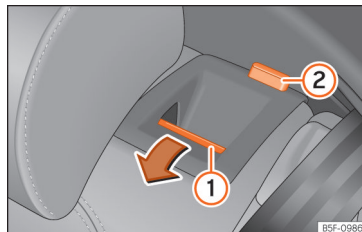

Fig. 62 Banco traseiro: rebater o encosto.
- Pressione o botão de desbloqueio »» **Fig. 62** ① para a frente e, ao mesmo tempo, rebata o encosto. O encosto traseiro está desbloqueado quando se vê uma marca vermelha no botão ②.